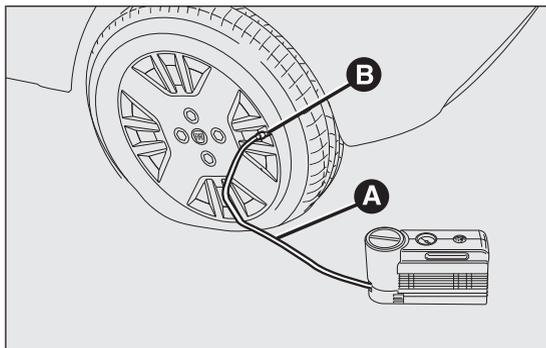

fig. 136
- ❑ Azionare il freno a mano. Svitare il cappuccio dalla valvola del pneumatico, estrarre il tubo flessibile di riempimento A fig. 136 ed avvitare la ghiera B sulla valvola del pneumatico;